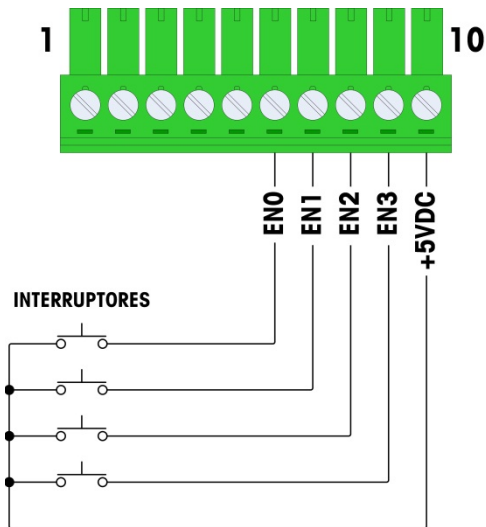

Figura 2-85: Ejemplo de entrada activa proveniente de los interruptores
voltaje. La Figura 2-85 muestra un ejemplo de cómo cablear hacia las entradas activas. Observe que la clavija 10, la conexión +5VDC, puede transportar una corriente de no más de 200 mA.
- El valor de +5 VCD que se muestra en la Figura 2-85 se compara con una conexión a tierra interna dentro de la tarjeta de E/S discretas. La medición de la patilla 10 a la tierra del bastidor del IND780 no mostrará +5 VCD. La salida +5 VCD se usa internamente, y no tiene función excepto para entradas digitales como se muestra en la Figura 2-85.